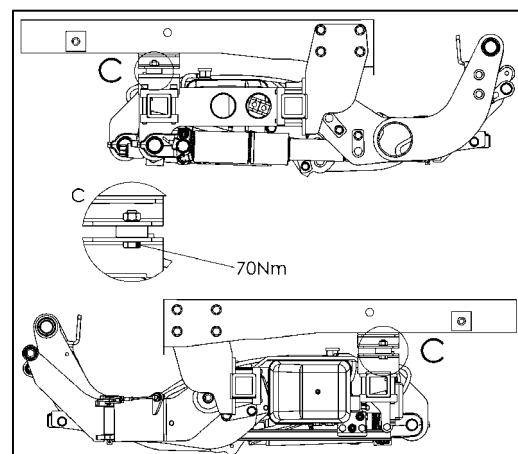

Abbildung 40
- Vordere Montage Adapter mit dem Hubwerk verschrauben und mit einem Drehmoment von 70 Nm anziehen (siehe Abbildung 40).